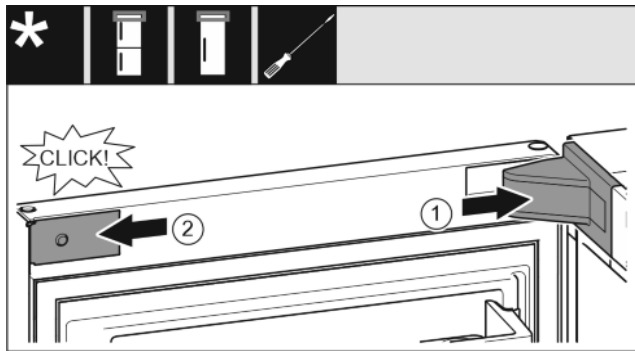

Fig. 18
- ▶ Założyć osłonę płytki zawiasu i zazębnić, ew. ostrożnie odsunąć. Fig. 18 (1)
- ▶ Założyć zaślepkę z boku i zazębnić. Fig. 18 (2)